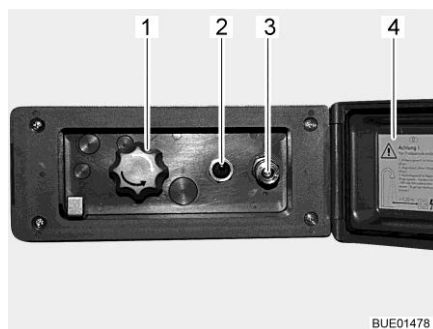

Fig. 173 Raccordo doccia esterno
- Sganciare ed aprire il coperchio (Fig. 173,4).
- Collegare il tubo flessibile della doccia esterna alla chiusura rapida (Fig. 173,3).
- Accendere la pompa dell'acqua con l'interruttore (Fig. 173,2).
- Regolare la temperatura dell'acqua ai gradi desiderati mediante la manopola (Fig. 173,1).
- Spegnerne la pompa dell'acqua con l'interruttore (Fig. 173,2).
- Chiudere il coperchio (Fig. 173,4) e bloccarlo con la chiave.
- Ruotare la manopola (Fig. 173,1) sulla posizione centrale.